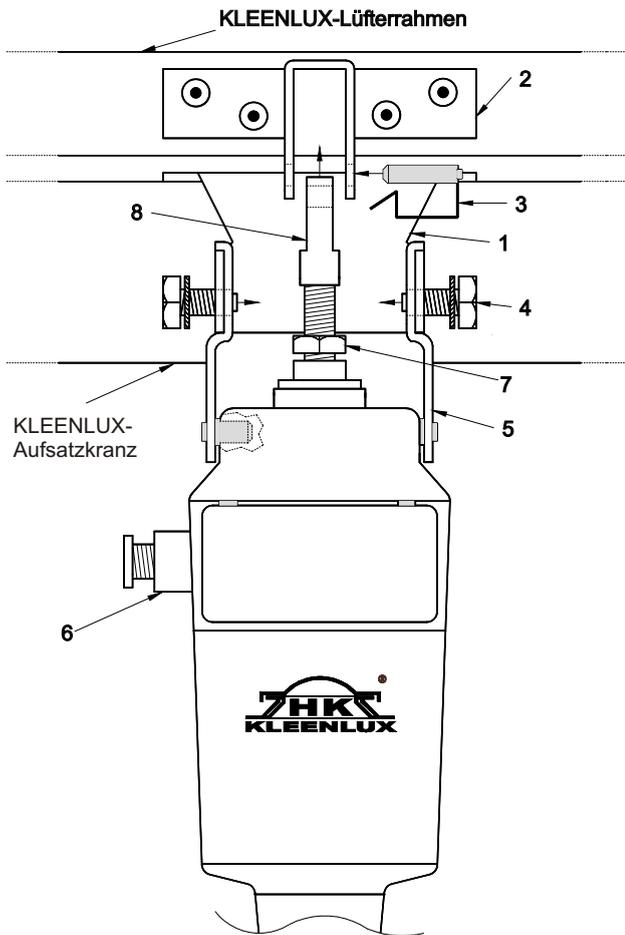

Abb. 1: Einbau des Spindeltriebs.
- ❶ Entfernen Sie die Transportsicherung zwischen der Aufsatzkranz-Konsole (Abb. 1, Pos. 1) und Lüfterrahmen-Konsole (Abb. 1, Pos. 2).
- ⤵ Bei nachträglicher Umrüstung: Entfernen Sie die vorhandene mittlere Lasche aus der Aufsatzkranz-Konsole und befestigen die beiden mitgelieferten Laschen (Abb. 1, Pos. 5) lose an der Aufsatzkranz-Konsole mittels vorhandener Schrauben und Fächerscheiben (Abb. 1, Pos. 4).
- ❷ Ziehen Sie den Messing-Bolzen (Abb. 1, Pos. 3) aus der Lüfterrahmen-Konsole so weit heraus, dass er nur noch an einem Bügel der Konsole fixiert ist.
- ❸ Lösen Sie die Schrauben (Abb. 1, Pos. 4) so weit, dass die Laschen (Abb. 1, Pos. 5) jeweils um ca. 20° nach Außen geschwenkt werden können und hängen den Spindeltrieb ein. Ziehen Sie anschließend die gelösten Schrauben (Abb. 1, Pos. 4) wieder leicht an.
- ❹ Schrauben Sie die mitgelieferte Kabelverschraubung (Abb. 1, Pos. 6) fest in den Spindeltrieb ein.
- ❺ Lösen Sie die Kontermutter (Abb. 1, Pos. 7) am Spindeltrieb und drehen bei geschlossener Lichtkuppel die Augenschraube (Abb. 1, Pos. 8) so weit heraus, dass der Messing-Bolzen (Abb. 1, Pos. 3) durch Lüfterrahmen-Konsole und Augenschraube geschoben werden kann. **ACHTUNG:** Der Messing-Bolzen muss am Konsolenbügel einrasten! Ziehen Sie anschließend die Kontermutter wieder fest an.
- ❼ Ziehen Sie nach Beendigung der Einstellarbeiten beide Schrauben (Abb. 1, Pos. 4) fest an.